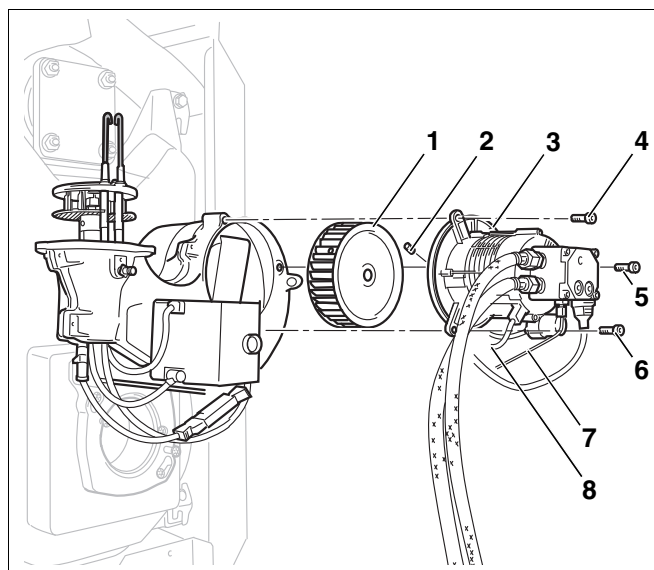

Рис. 25 Очистка или замена крыльчатки вентилятора
- Вынуть штекер мотора (Рис. 25, поз. 8) и штекер электромагнитного клапана.
- Открутить топливную трубу (Рис. 25, поз. 7) от топливного насоса.
- Открутить болты (Рис. 25, поз. 4–6) фланца крепления мотора.
- Снять мотор (Рис. 25, поз. 3) с крыльчаткой вентилятора (Рис. 25, поз. 1).
- Осмотреть крыльчатку (Рис. 25, поз. 1), если нужно, очистить или заменить ее.
- Чтобы снять крыльчатку вентилятора (Рис. 25, поз. 1), открутить штифт (Рис. 25, поз. 2).
- Вновь установить и закрепить мотор (Рис. 25, поз. 3) с крыльчаткой (Рис. 25, поз. 1). Зазор между крыльчаткой вентилятора (Рис. 25, поз. 1) и фланцем мотора должен составлять 0,5–0,8 мм.
- Установить топливную трубу (Рис. 25, поз. 7) на топливный насос.
- Вставить штекер мотора (Рис. 25, поз. 8) и штекер электромагнитного клапана.